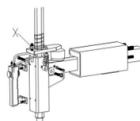

Fig 22
Notă: Dacă brațul vertical nu se blochează sau nu respectă distanța necesară de 2-3 mm de la partea inferioară a capului de jantare/dejantare până la jantă, reglați placa de blocare hexagonală, a se vedea Fig. 22 și reglați (X).